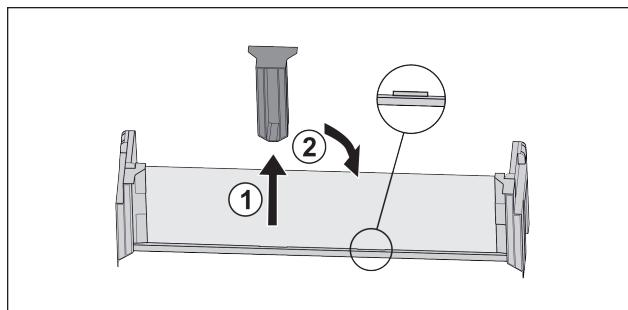

Fig. 85
- Desprindeți piesa de susținere intermediară Fig. 85 (1).
- Introduceți piesa de susținere intermediară la a doua poziție Fig. 85 (2).